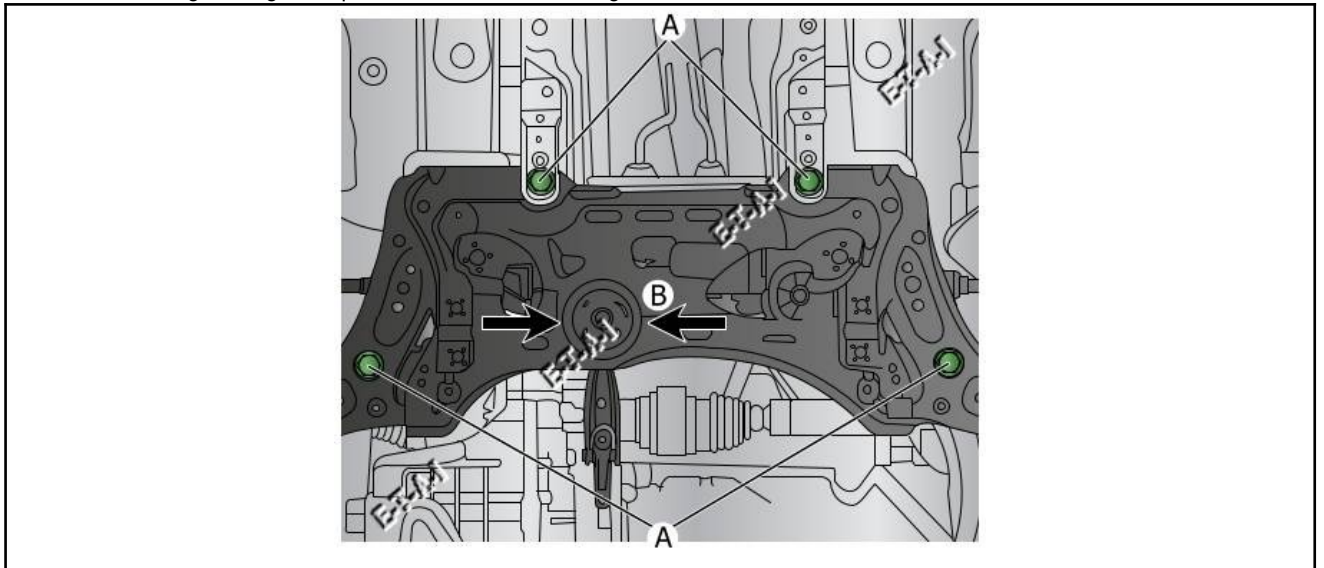

Fig.2
- Desserrer les boulons (A)
- Centrer le carrossage en réglant la position du soubassement Fig.2